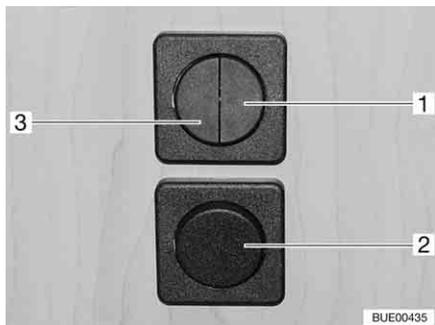
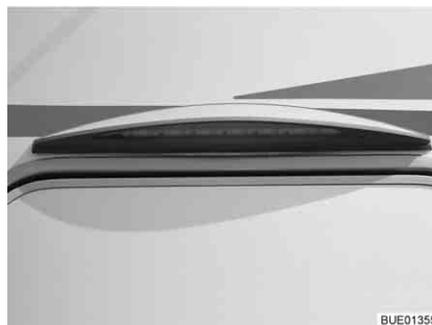

Fig. 39 Interruptores de luz
Fig. 40 Lámpara del toldo
- Luz para el grupo de asientos (Fig. 39,1)
- Lámpara del toldo (Fig. 39,2 y Fig. 39,3)
- ▷ En modelos sin el interruptor (Fig. 39,2), la lámpara del toldo (Fig. 40) se conecta y desconecta con el interruptor basculante (Fig. 39,3).